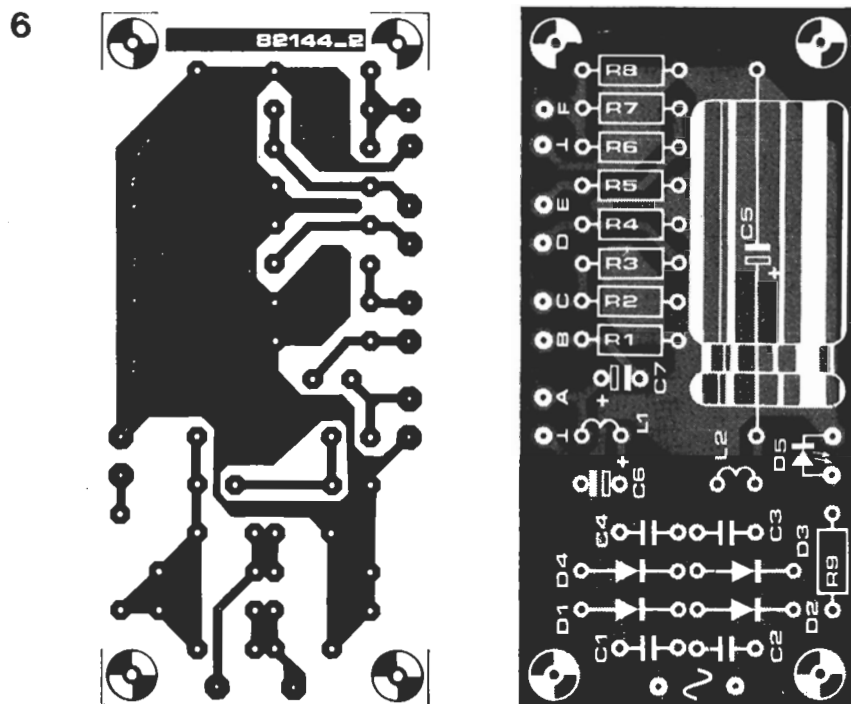

Figura 6. Placa de circuito impreso y disposición de los componentes para el atenuador y la fuente de alimentación de la antena activa.
#### Lista de componentes para la figura 6
**Figura 6.** Esquema circuital de un 3320 conectado como filtro paso-bajo de 24 dB por octava. Una característica especial es el sistema de control de la tensión de resonancia del filtro (factor Q), con el empleo de un amplificador de transconductancia ( $G_M$ ) a modo de potenciómetro electrónico.
En la figura 6 se muestra el diagrama de bloques interno completo del C.I. Todas las etapas de ganancia variable  $\Delta_A$  están internamente conectadas a la salida de un convertidor exponencial.